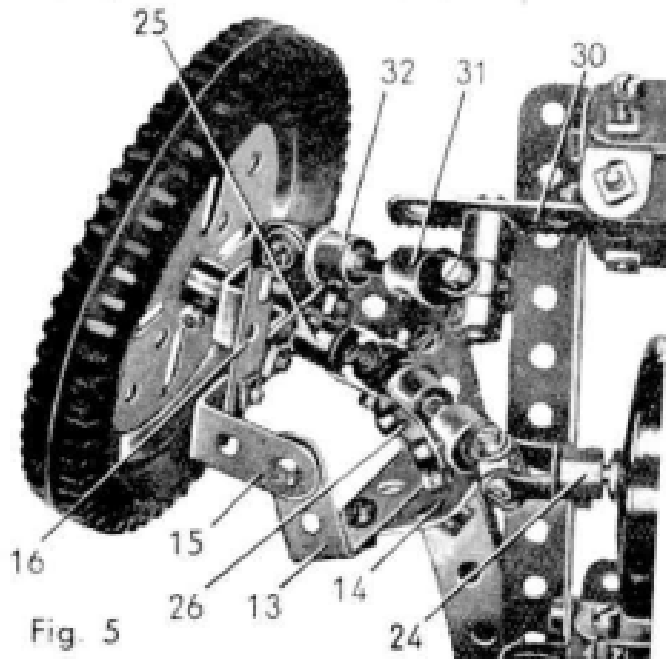

Fig. 5
Les arbres de sortie du différentiel passent par le trou central des joues de chaudière et sont dotés chacun d'un accouplement universel (24) (fig. 5). L'accouplement (24) porte d'autre part une tringle de 2,5 cm. qui coulisse librement dans un second accouplement universel (25).